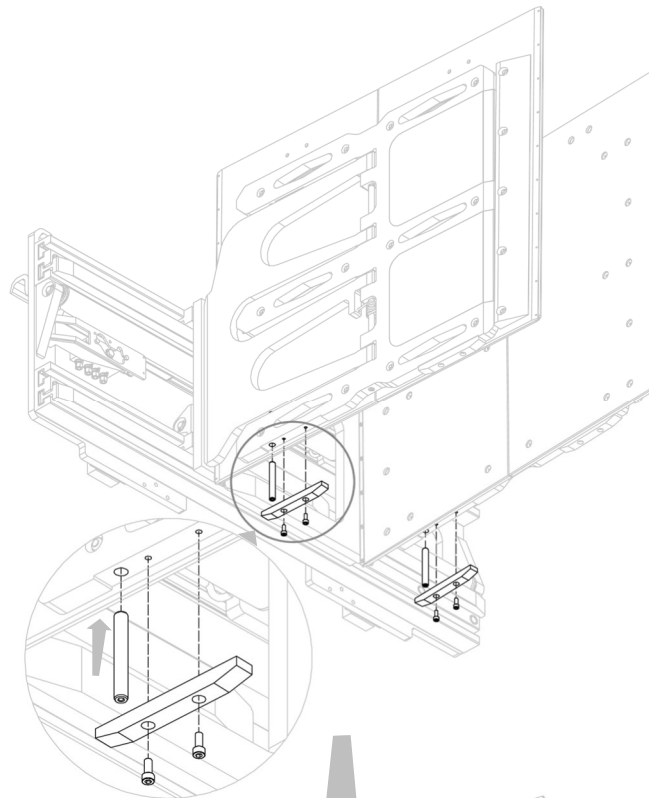
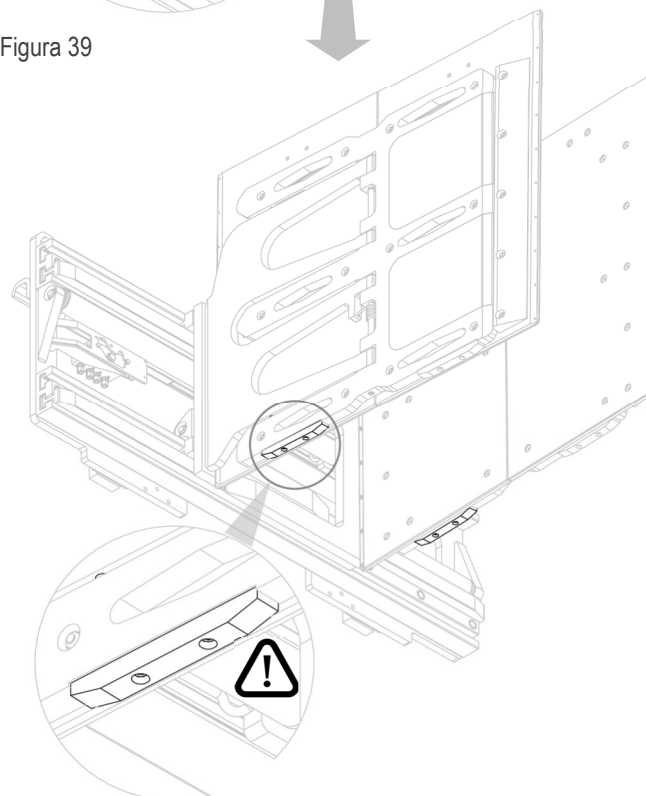

Figura 39
Figura 40
3. Insertar, uno a uno, los pernos inferiores de tope de oscilación, después de extraer temporalmente los patines antideslizamiento (ver *Figura 39* y *Figura 40*).